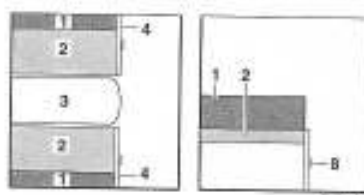

Fig. 75 Avant l'agrandissement
- Agrandir la table (Fig. 75,3) (voir paragraphe 7.7).
- Tirer sur la poignée (Fig. 75,8) et ouvrir le portillon (Fig. 75,4).